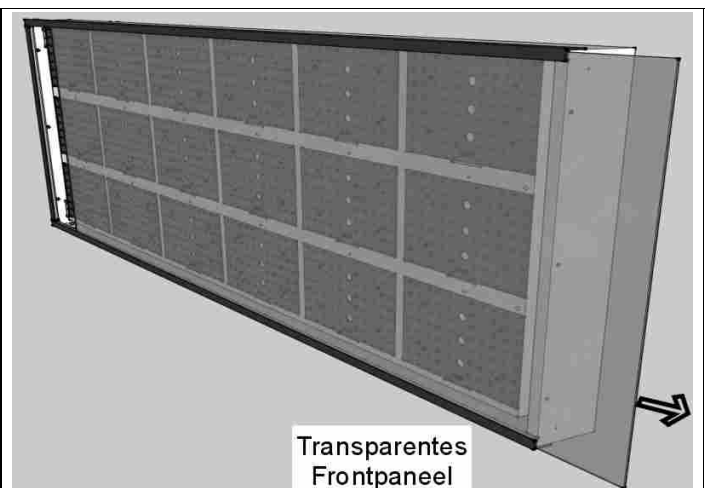

Abb. 11: Befestigungsschrauben des Frontpanels
3. Das Frontpaneel abnehmen (Abb. 11).